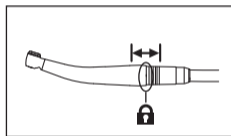

Fig. 5
- 2 Vérifiez que la pièce à main est fermement connectée au raccord (Fig. 5).